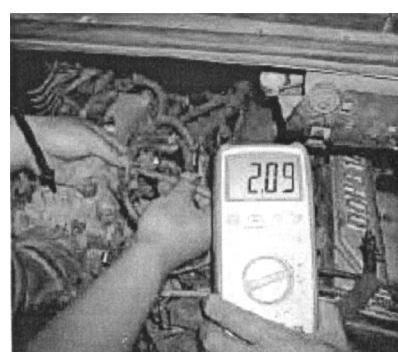

图 5-58 检查信号电压
(2) 检测输出信号电压 如图 5-58 所示, 插回传感器插接器插头, 起动发动机, 测量